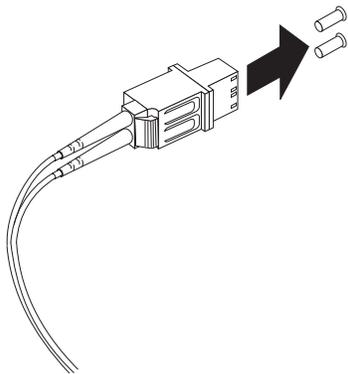

Figura 24. Removendo as Capas Protetoras do Adaptador do Cabo LC-SC
3. Remova as duas capas protetoras da extremidade do conector LC do adaptador de cabo conforme mostrado na Figura 24. Guarde as capas protetoras para uso futuro.